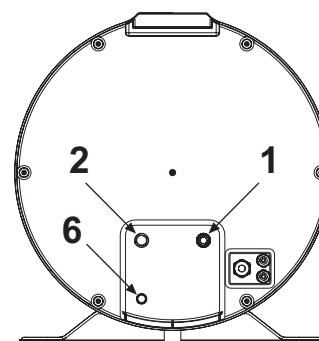

fig. 33
- Collegare la linea di alimentazione d'acqua fredda e la linea in uscita negli appositi punti di allacciamento (fig. 33).